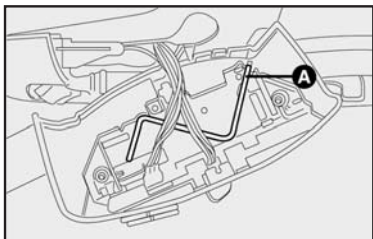
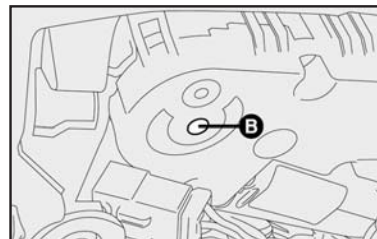

fig. 91
fig. 92
- introduzir a chave apropriada **A-fig. 91** (localizada dentro do conjunto da luz interna) na sede **B-fig. 92**;